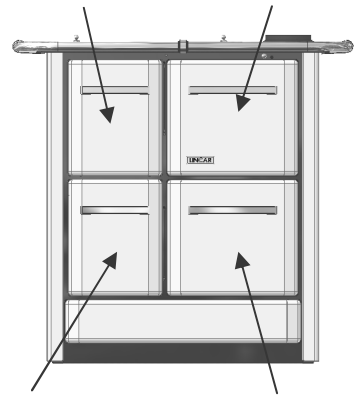

Fig. 4
## CAJON CENIZERO (Fig. 4)
- El cajón cenizero es situado bajo del hogar y tiene que ser vaciado completamente empleando sus propio guante, solamente cuando la cocina es fría. (Fig. 4)
**GUANTERA Fig. 4**